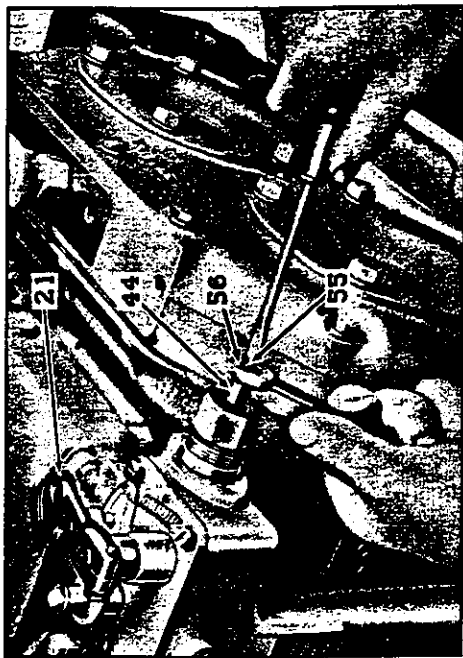

Fig. 7 - Stationnaire draaisnelheid afstellen
2) Motor op bedrijfstemperatuur brengen, contra-moer nr 56 (fig. 7) loszetten en schroef nr 55 draaien totdat het toerental ongeveer 15 omw./min. lager is dan de gewenste draaisnelheid. Schroef nr 55 in deze stand houden en blokkeren met contra-moer nr 56.